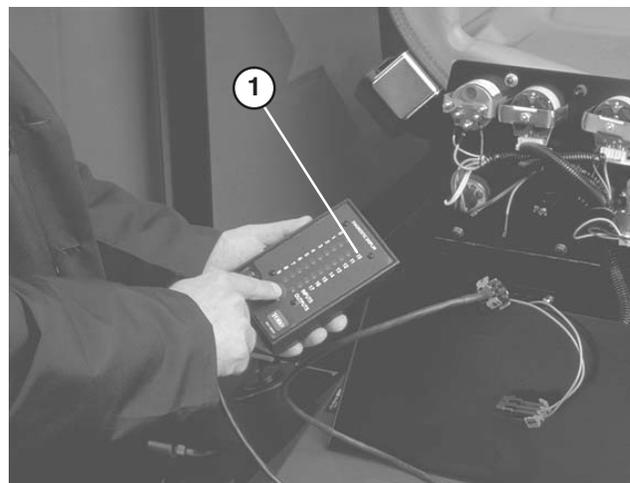

Figure 33
3. Branchez le connecteur de l'affichage de diagnostic ACE au connecteur du faisceau de câblage (Fig. 33). Vérifiez que l'autocollant correct est apposé sur l'affichage de Diagnostic ACE.